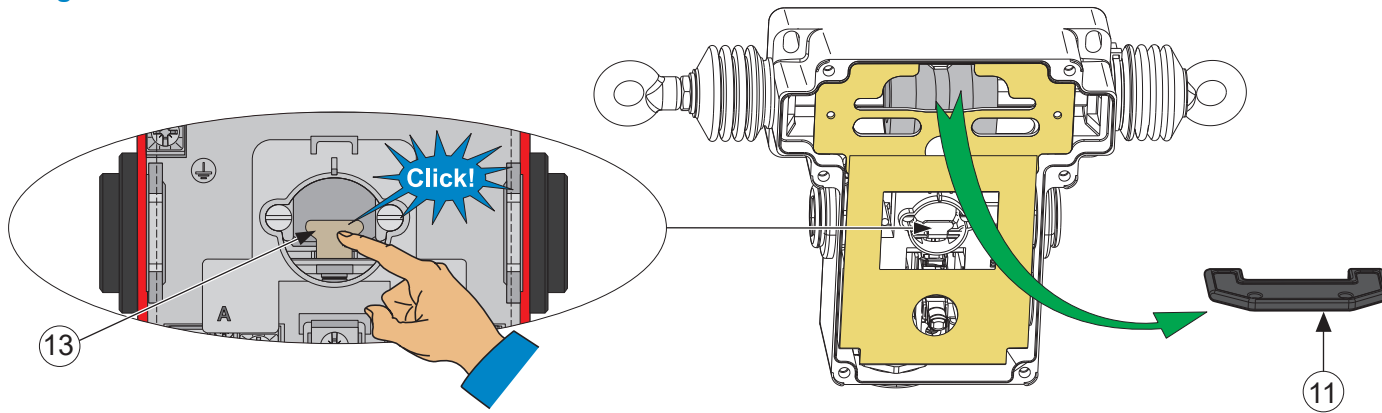

Fig.9
10. Bringen Sie die Abdeckung mithilfe der 6 Schrauben ⑥ am Gerät ① an (Anzugsmoment =  $1,5 \pm 0,1$  Nm) oder fahren Sie mit dem Verkabelungsschritt fort (Abb. 9).